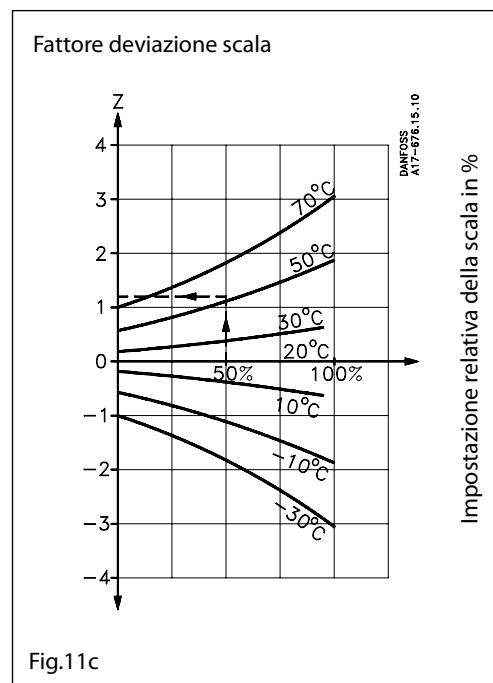

Fig.11c
Z può essere ricavato dalla fig.11C, mentre a è il fattore di correzione ricavato dalla tabella.
Fattore di deviazione scala (si veda fig. 11c): + 1.2 (Z)